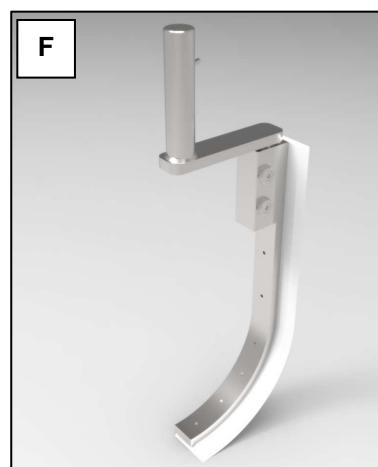

Рисунок 8 - Насадки и скребок
Посмотрите рисунок 8:
- задвинуть штифт рис.6 вверх, повернуть насадку таким образом, чтобы штифт рис.6 плотно вошёл в горизонтальное отверстие рис.8 до упора (фото Е) опустить зажим рис.3: отверстие рис.9 заблокирует штифт рис.6, заблокировав, таким образом, насадку в позиции (фото F);
- отверстие Г рис.7 должно находиться в позиции, показанной на деталях А и В, то есть, таким образом, чтобы после установки скребка, он прикасался к внутренним стенкам дежи в верхней позиции; вставить четыре винта рис.8 и плотно завинтить их, не прикладывая чрезмерных усилий.
- установить дежу рис.1 таким образом, чтобы отверстия рис.5, присутствующие на каждом крыле опоры рис.6 вошли в выступающую часть опоры рис.8